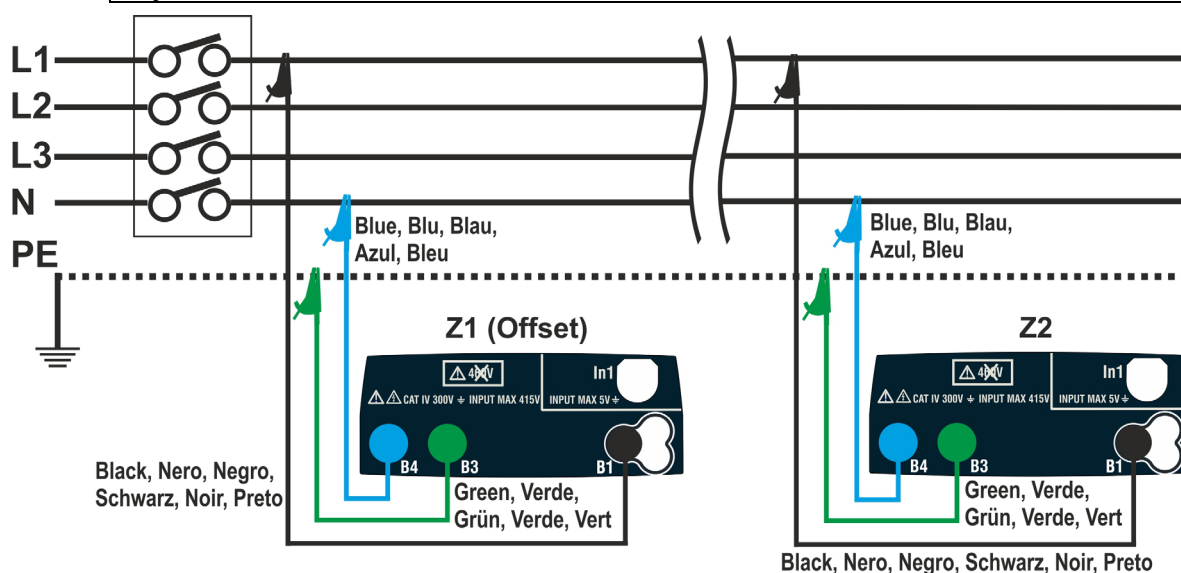
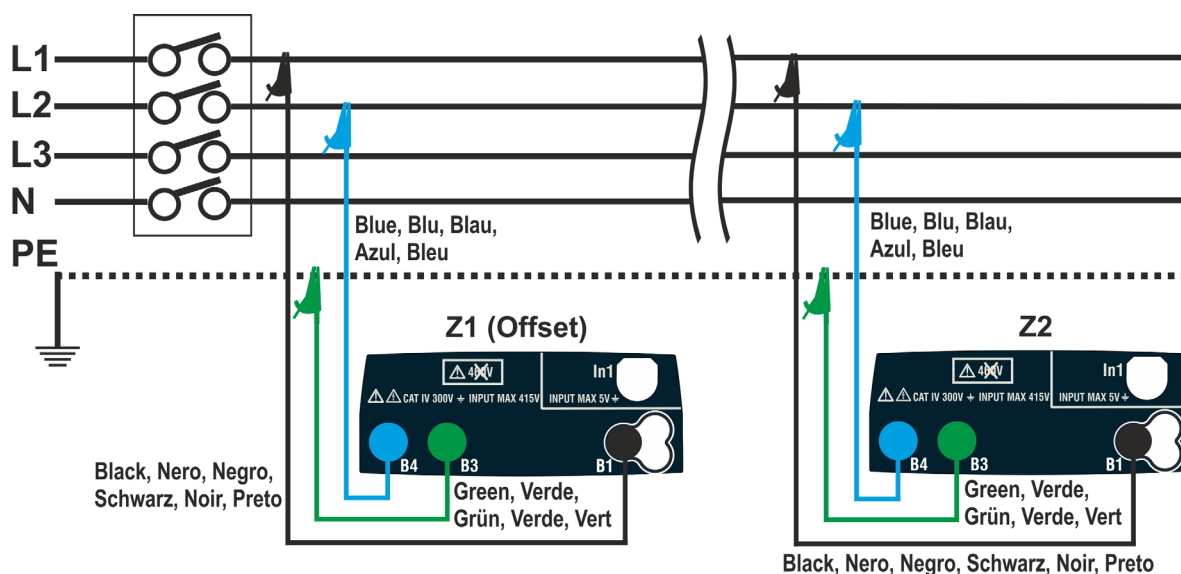

Fig. 40: Conexión del instrumento para la medida de la caída de tensión modo L-N
Fig. 41: Conexión del instrumento para la medida de la caída de tensión modo L-L
4. Conecte el instrumento en el punto inicial de la instalación en pruebas (habitualmente aguas debajo de las protecciones) según la Fig. 40 o Fig. 41 para realizar la primera medida de impedancia **Z1 (Offset)**. En este caso el instrumento medirá la impedancia aguas arriba del punto inicial de la instalación en pruebas tomándolo como punto inicial. La siguiente pantalla (referida a la medida L-L) aparece en el visualizador
7. Conecte el instrumento en el punto final de la instalación en pruebas según Fig. 40 o Fig. 41 para medir la impedancia **Z2** al final de la línea. Note que se muestra el valor previo medido Z1 (Offset)